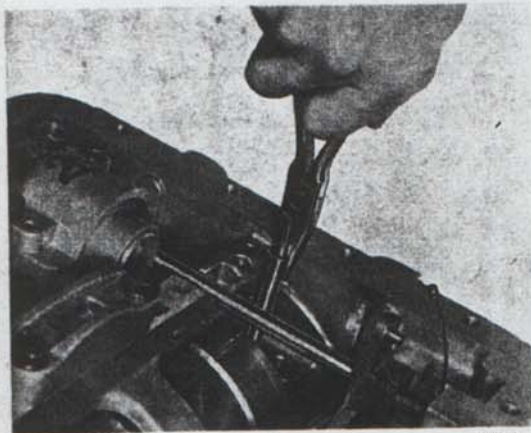

Bild 44. Demontering av oljerör.
20. Ta bort oljerören som sitter i huset. Sitter de hårt dras de ut med en lång med runda käftar enligt bild 44.